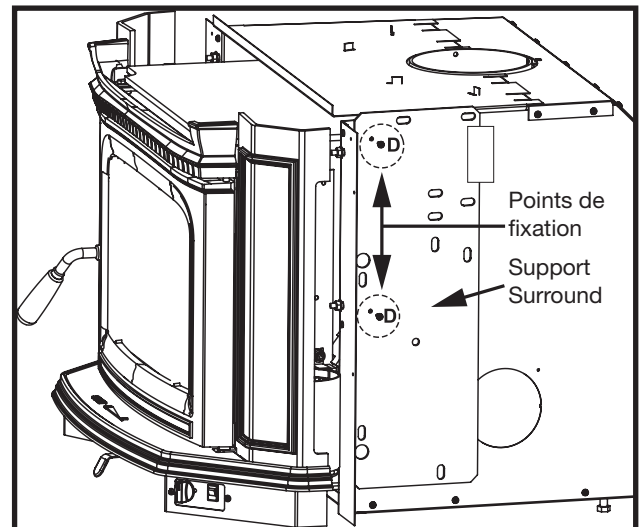
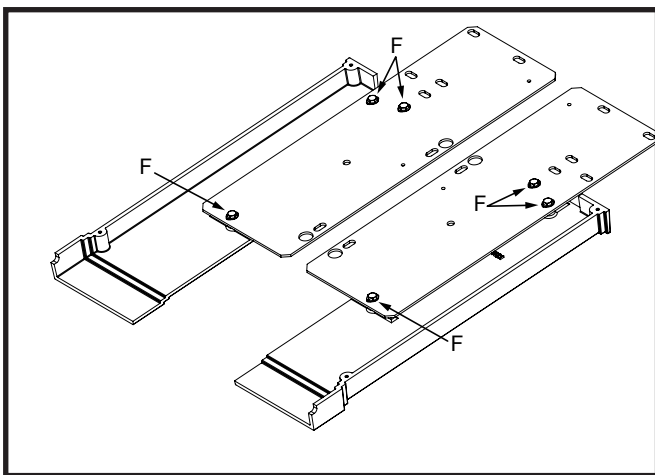
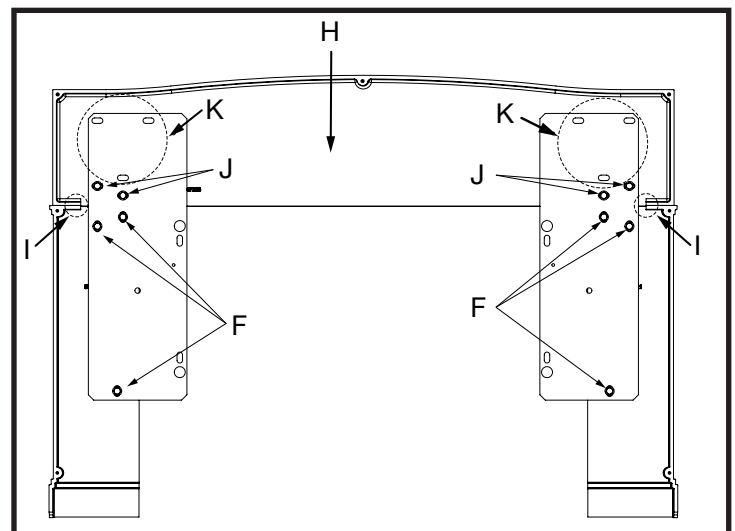

Figure 10: Retrait du support surround.
Figure 11: Installation des supports sur les côtés.
Figure 12: Installation du support surround ALT 5 Ins.
4. Retirez les supports surround du poêle (Figure 10) et fixez-les aux côtés Surround comme indiqué à la Figure 11. Utilisez les boulons et les rondelles du kit de matériel de montage fourni avec le Surround Top à la Figure 12.
5. En utilisant une couverture ou un carton pour protéger les pièces, posez les côtés Surround à plat sur le sol et alignez-les sur Surround Top (H). Placez le contour en alignant les bords (I) de chaque côté. Serrez les boulons (J) pour fixer le support à la Figure 12.
REMARQUE: Si vous montez un Surround surdimensionné (non illustré), utilisez les trous de montage (K) pour fixer à la Figure 12.